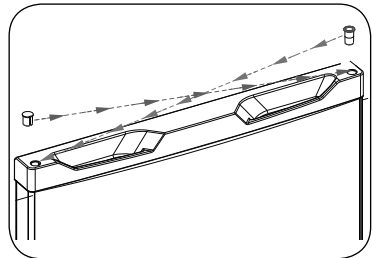

Abb. H1
- ▶ Entnehmen Sie den Blindstopfen an der linken Türoberseite (Abb. H1) und die Buchse an der rechten Seite mit Hilfe eines kleinen Flachsraubendrehers.